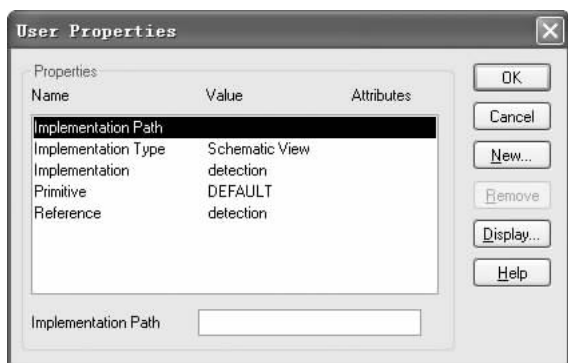

图 6-37 用户属性参数设置
3. ：单击此按钮，弹出如图 6-37 所示的对话框，增加和修改相关参数。